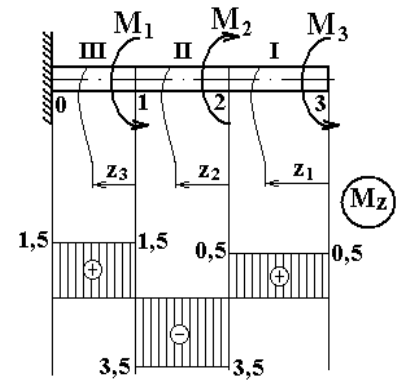

Рис. 3.3.
1. Покажем расчётную схему (рис. 3.3). Реакцию в заделке определять не нужно, поскольку, используя метод сечений, можно при движении справа налево постоянно отбрасывать левую часть. Вал имеет три силовых участка. Рассмотрим равновесие каждого из этих участков.
2. Как видно из эпюры (рис. 3.3), по абсолютной величине максимальным является момент на II участке: $M_{\max} = 3,5 \text{ кН}\cdot\text{м}$. По этому моменту будем рассчитывать диаметр вала по формуле [2]: